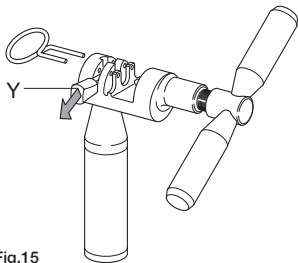

Fig.15
- Preparar la herramienta **UT-CN400** colocando la lengüeta en modalidad de cierre (Y - Fig. 15).